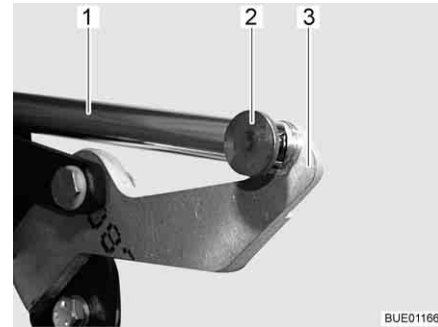

Fig. 120 Entraînement
- Retirer la jonction (par ex. broche et goupille ressort) (Fig. 120,2) entre la tige de poussée (Fig. 120,1) et le levier (Fig. 120,3).